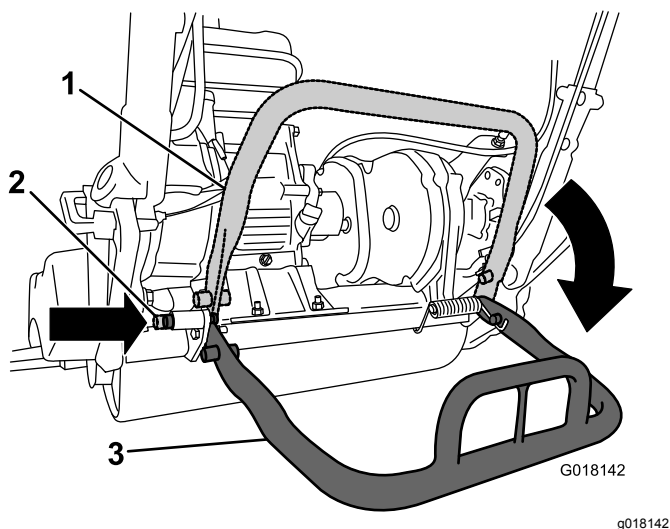

図 23
- リールを外している間にユニットが後ろに倒れないように、キックスタンドを下げて、ロッキングピンを差し込んでキックスタンドを整備位置にロックします図 23。